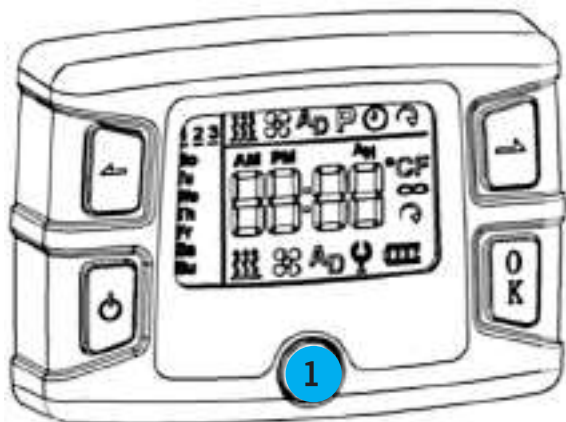

Fig. 43
Fjern knappen Fig. 43 (1), for at fastgøre regulatoren med en skrue.